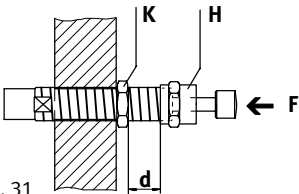

Fig. 31
- Por razones de estabilidad, la **distancia d** desde Fig. 31 no debe sobrepasar los valores indicados en la siguiente tabla: